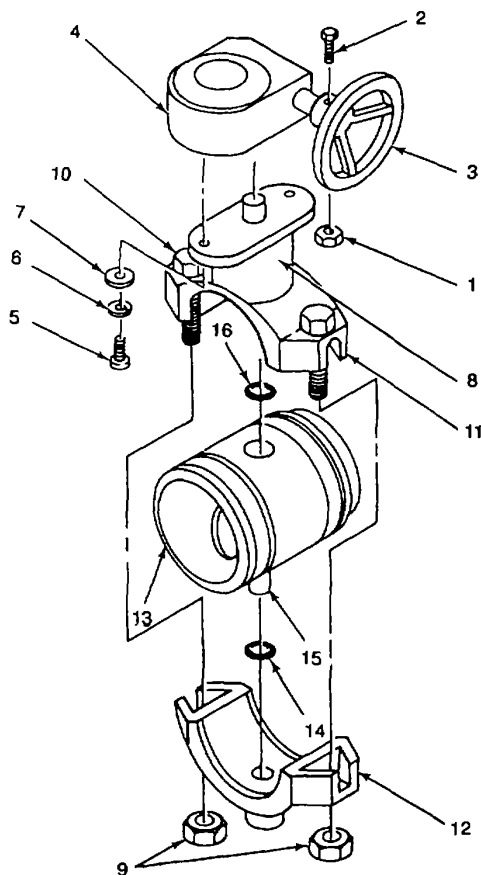

Figure 4-2. Butterfly Valve
a. **DISASSEMBLE (Figure 4-2).**